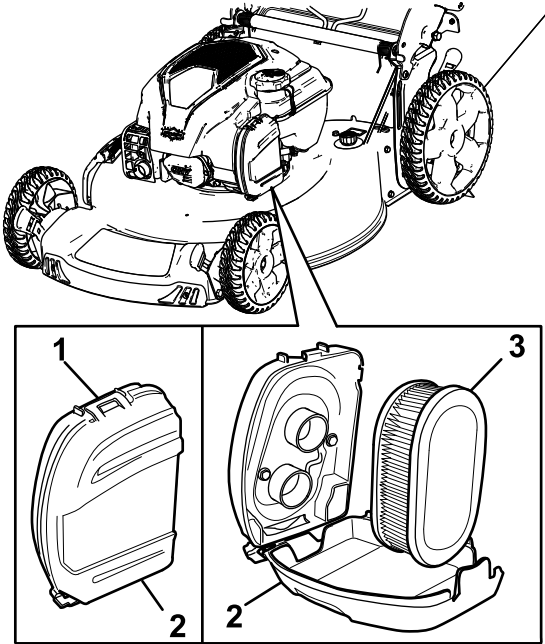

Figura 25
1. Desencaixe a parte superior da cobertura do filtro de ar (Figura 25).
2. Retire o filtro de ar (Figura 25).